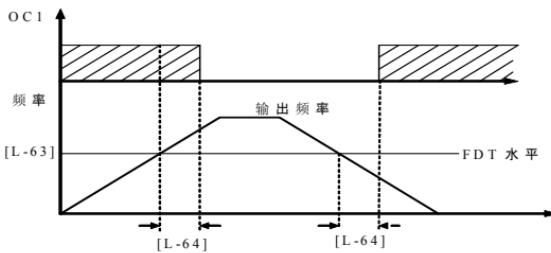

图 5-21 频率水平检测 (FDT)
- 2：频率水平检测信号（FDT）。当变频器的输出频率超过 FDT 频率水平时，经过设定的延时时间后，输出有效信号（低电平），当变频器的输出频率低于 FDT 频率水平时，经过同样的延时时间后，输出无效信号（高阻）。频率水平检测（FDT）如图 5-21 所示。
本参数用于设定频率检测水平, 当输出频率高于 FDT 设定值时, 经过参数 L-64 设定的延迟时间后, 输出有效信号。其中 L-64 与电流上限 (相对于额定电流的百分比) 复用, 当变频器输出电流高于此值时, 输出有效信号。(OC1、OC2 或继电器端子, 参阅图 5-21 及参数 L-59、L-60、L-61 的相关说明)。